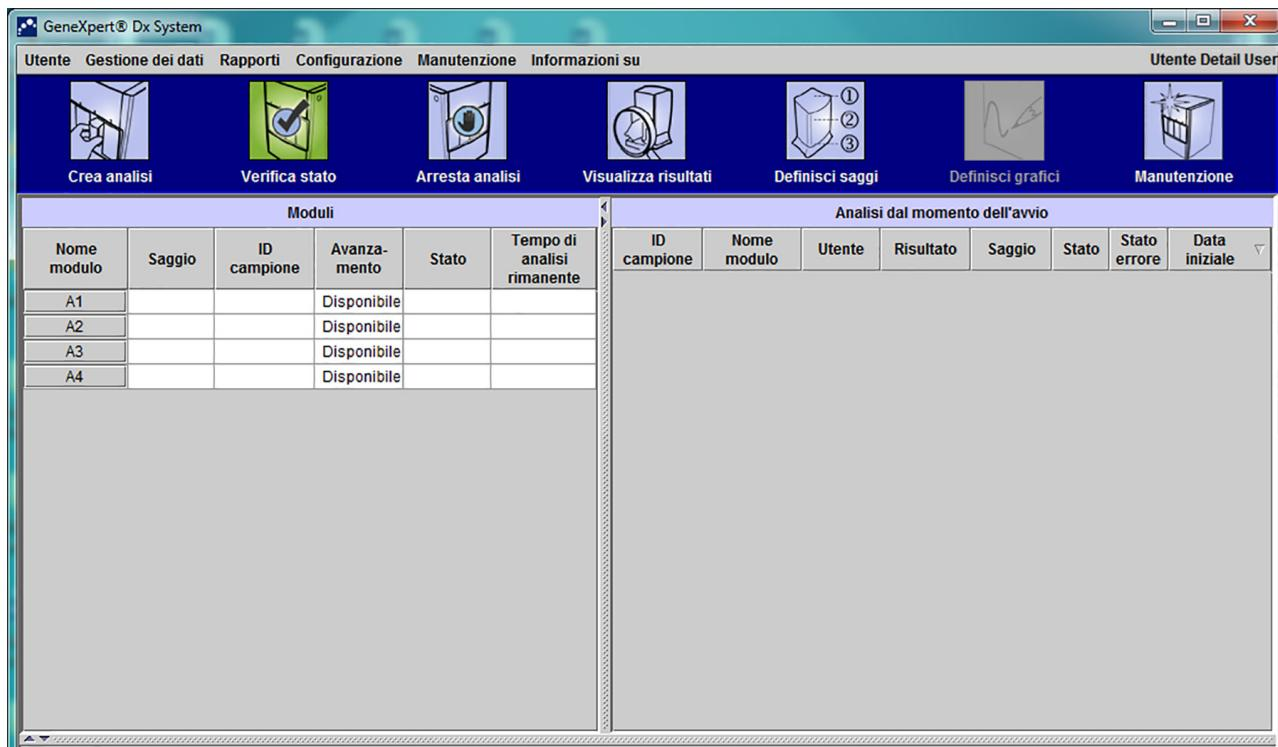

Figura 5-113. Schermata iniziale di GeneXpert Dx
2. Comparirà la schermata Ordine di analisi host con sovrapposta la schermata Eseguì scansione del codice a barre della cartuccia. Vedere la Figura 5-113.
3. Come indicato nella Figura 5-113, eseguire la scansione del codice a barre della cartuccia utilizzando il lettore di codici a barre fornito.